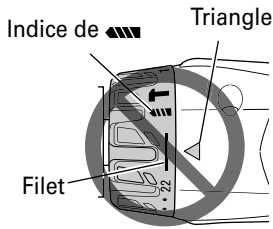

Fig. 10
- N'utilisez pas l'outil avec le sélecteur de débrayage positionné entre le chiffre "22" et la ligne au centre du symbole du foret "◈", vous risqueriez de l'endommager (Voir Fig. 10).